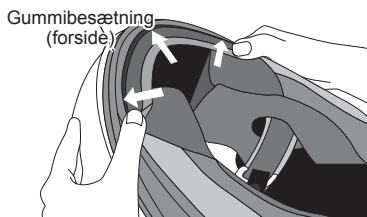

Fig. 3
3. Som vist i fig. 3 indføres mellemføret af vindklappen Wind Shutter-2 på samme måde på indersiden af gummibesætningen fra begge sider mod midten.